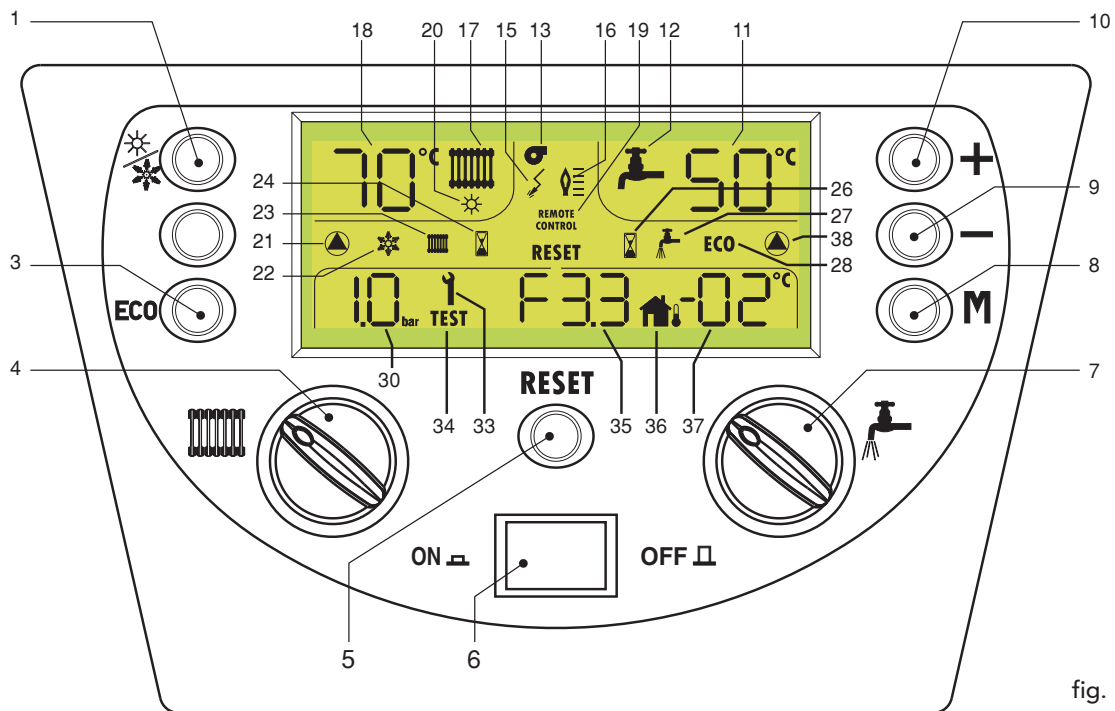

fig. 1
Per inserire o disinserire la funzione **comfort** è sufficiente premere il pulsante (ECO) - 3 fig. 1). Quando la funzione Comfort è attiva, la scritta ECO scompare dal display.
Per il ripristinarla bisogna premere il tasto Reset (5 - fig. 1).
- Premere il tasto ON/OFF (vedi fig.1)
Premere il tasto ON/OFF (vedi fig. 1).
Per selezionare una delle due modalità è sufficiente premere il tasto  (1 - fig. 1).